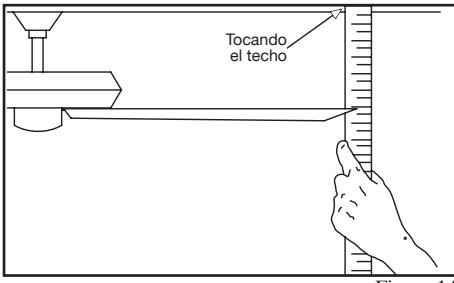

Figura 14
2. La mayoría de los problemas de oscilación del ventilador se deben a que las aspas no están al mismo nivel. Verifica este nivel seleccionando un punto en el techo sobre la punta de una de las aspas. Mide desde un punto en el centro de cada aspa al punto en techo. Mide esta distancia como muestra la Figura 14. Gira el ventilador hasta que la siguiente aspa quede en posición para medir. Repite el procedimiento para cada aspa. Las desviaciones de la medición no deben pasar de  $1/8"$  (3.2 mm). Enciende el ventilador por 10 minutos.